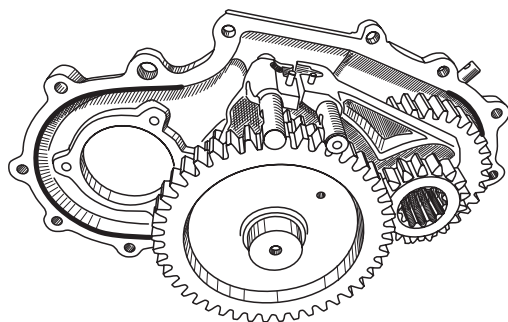

Рис. 13
8. Установите вал заднего моста в крышку картера РК. Отметьте место доработки крышки (Рис. 13 место касания шестерни отмечено жирной линией). Доработайте на глубину 3–4 мм УШМ с диаметром диска до 125 мм.